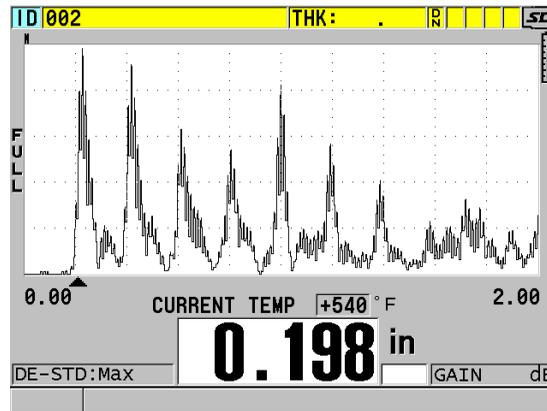

Abbildung 10-19 Anzeige von Daten mit Temperaturkorrektur
4. Mit Taste **[MEAS]** gelangen Sie mit aktivierter Temperaturkorrektur zurück zum Messfenster (siehe Abbildung 10-19 auf Seite 187).